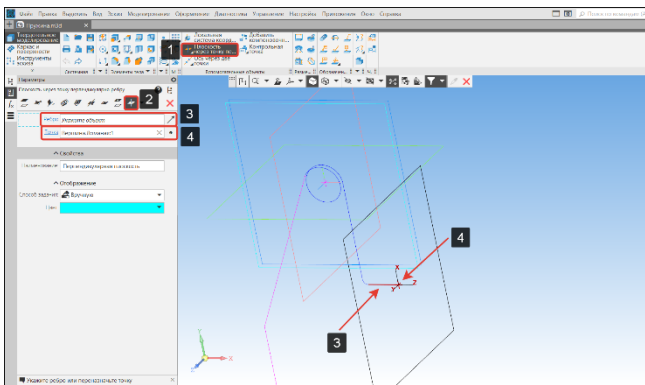

Рисунок 185 – Плоскость перпендикулярная ребру
- Создадим дополнительную плоскость. На панели вспомогательные объекты выберем команду смещенная плоскость (1) подоперация Плоскость через точку перпендикулярная к ребру (2) (Рисунок 185);
- Укажем ребро (3) и точку (4), через которую пройдет плоскость (Рисунок 185);